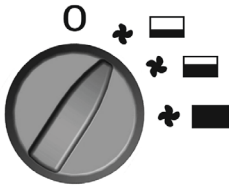

ABB. 1
- **Abb. 1** – Minimale Leistung